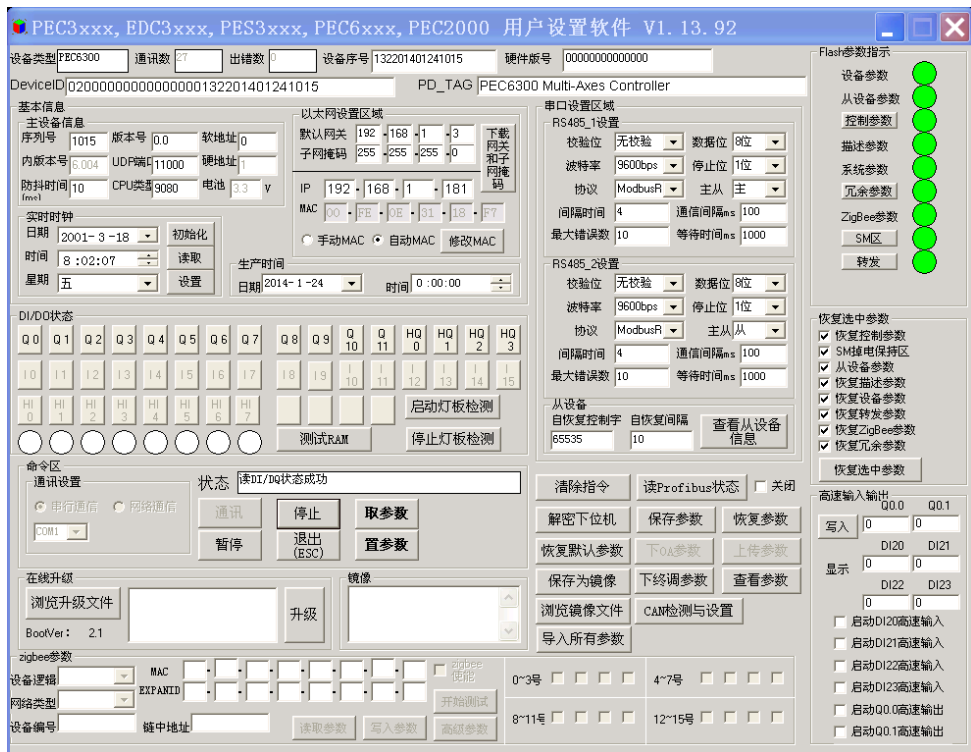

图 6-1-2 PEC6300 用户设置软件
(2) 启动设置软件：启动 PEC6300 用户设置软件，进入如图 6-1-2 所示界面，单击“通信”按钮。设置软件连接控制器，读取控制器系统参数，进入参数设置状态。
(3) 参数设置：点击“取参数”按钮，将控制器现在运行的参数显示在软件界面上。“置参数”按钮则将软件界面中的已经修改的参数下载至控制器中，完成对控制器系统参数的设置。“恢复默认参数”是将控制器的所有参数恢复至出厂的设置。
(4) 查看状态参数：设备状态参数包括硬地址信息，电池信息，系统参数，软件版本号等。